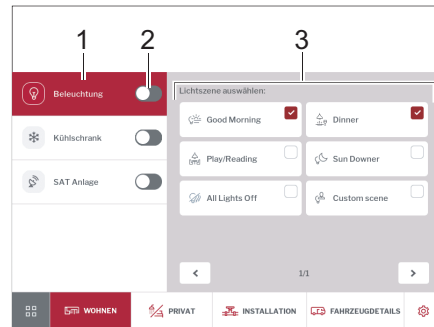

Fig. 281 Iluminación
- Encender o apagar la iluminación con el interruptor deslizante (Fig. 281,2).
- Tocar en la opción *Iluminación* (Fig. 281,1).
En el panel de control (Fig. 281,3) seleccionar escenario de luz.